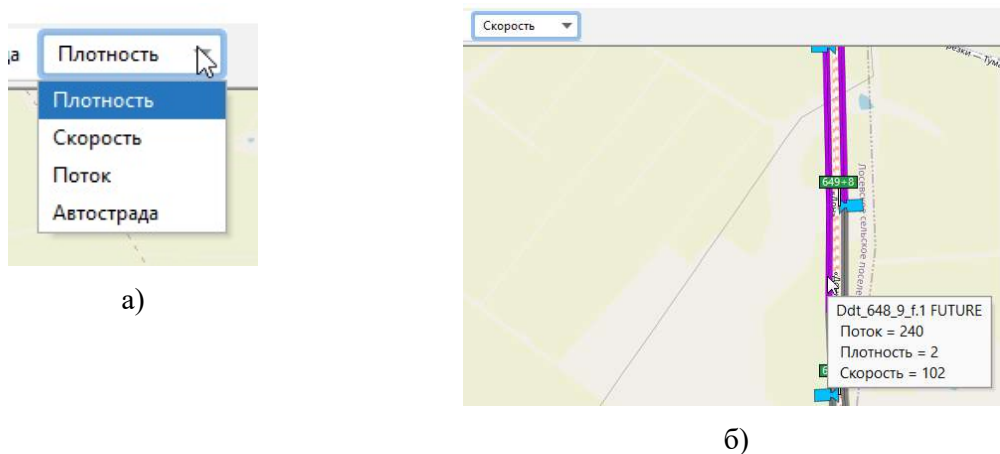

Рис. 20 Пример представления
Далее расположен выпадающий список представлений (3), показывающий ситуацию на автодороге согласно выбранному пункту списка (см. рис. 20а). На рис. 20б) видно, как изменилось отображение трассы в зависимости от скорости потока. При наведении курсора на участок дороги появляется окно с информацией о транспортном потоке на данном отрезке.